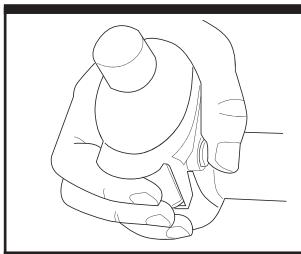

Fig. 1
1. ENCENDIDO Y APAGADO (Fig. 1)